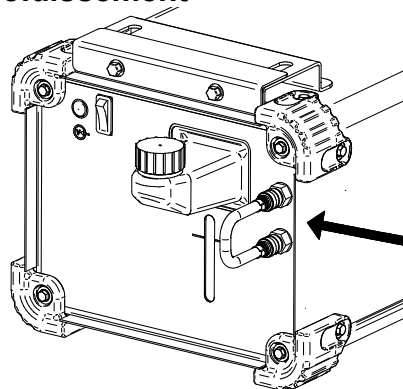

Figure 5.
- Branchez le flexible équipé d'un raccord rapide eau (ajouté à l'équipement) aux prises d'entrée et de sortie du refroidisseur (Figure 5).